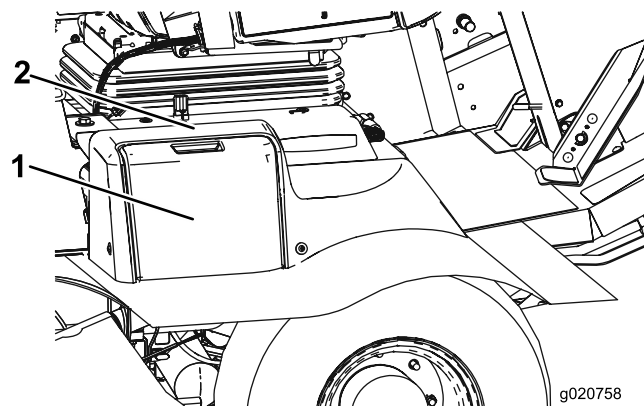

Figura 52
1. Abra a cobertura da bateria no lado do resguardo (Figura 52).
Nota: Pressione a superfície plana por cima da cobertura da bateria para facilitar a remoção da cobertura (Figura 52).